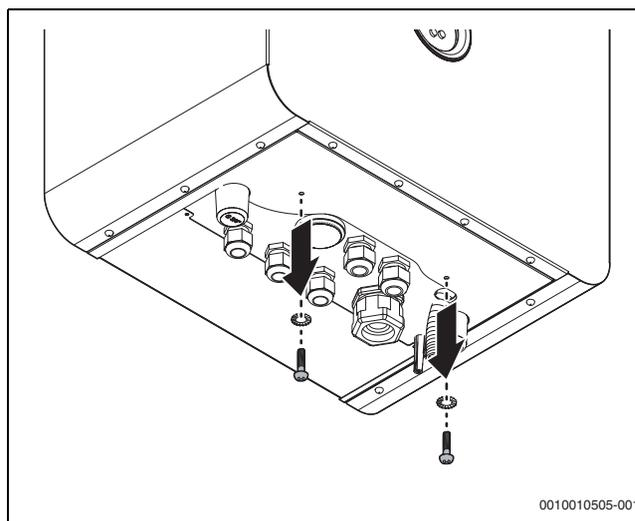

Fig. 6 Desserrer les vis
- Détacher deux vis dans la partie inférieure du cadre et une vis dans la partie supérieure (→ fig. 6 et 7).